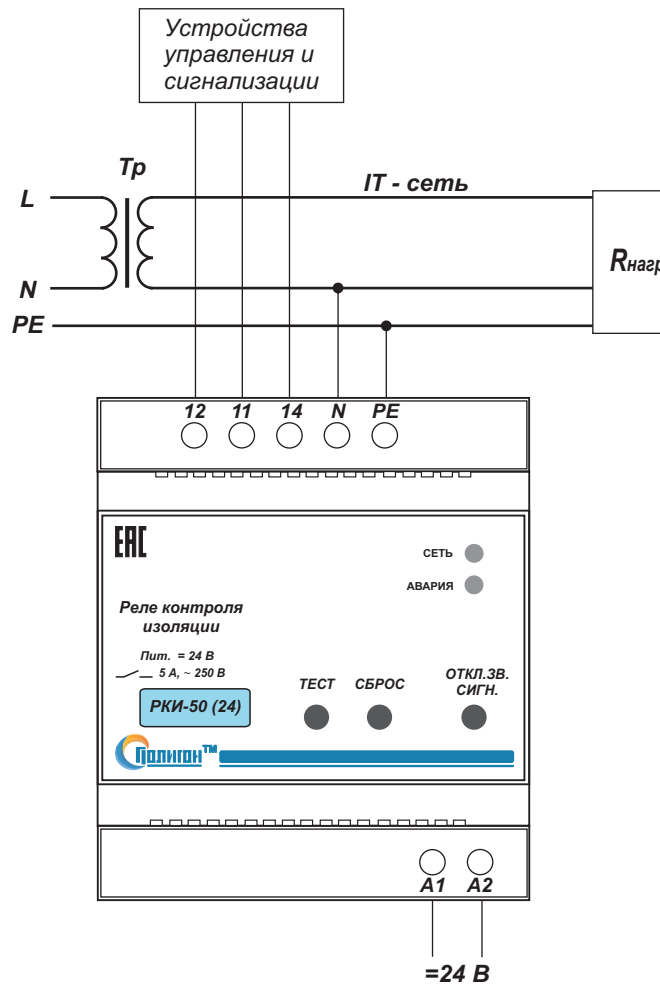

Рис.1. Типовая схема подключения блока РКИ-50 (24).
4.3. Произвести подключение реле контроля изоляции РКИ-50 согласно маркировке (рис.1.): N - нейтраль ; PE -